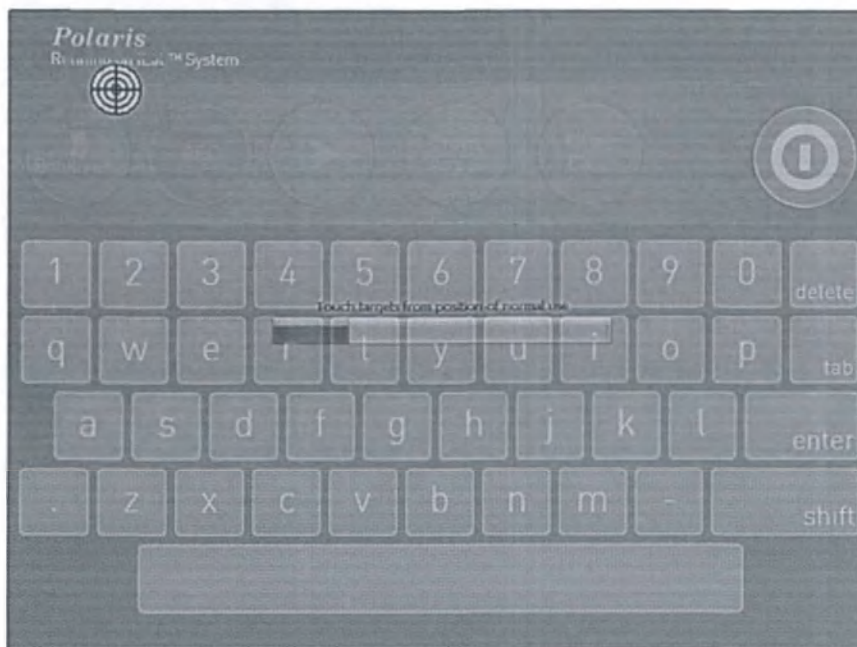

Рисунок 3-1: Сенсорный экран с целью калибровки
2. Когда на сенсорном экране отобразится экран цели калибровки, коснитесь цели пальцем. См. Рисунок 3-1.